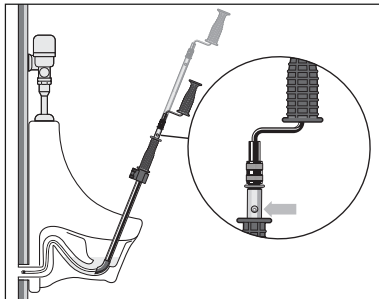

Figure 6 – Rallongement du câble
8. Pour déployer le câble au-delà des 2 pieds (60 cm) prévus, appuyez sur le bouton (*Figure 6*) et ramenez la manivelle ou la perceuse jusqu'à ce qu'il s'engage dans le deuxième orifice.